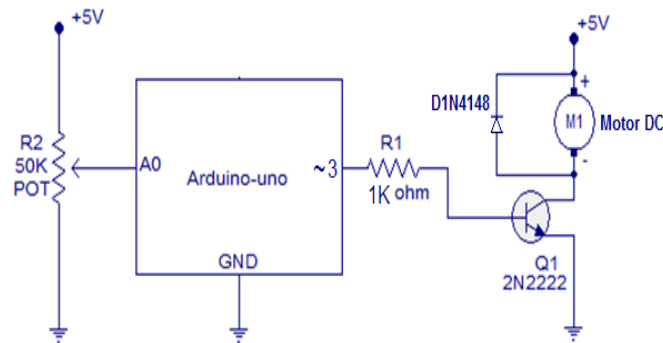

Figura 6.23. Montaje del motor DC y del potenciómetro para control de velocidad por PWM
17. Adicione al montaje anterior, la conexión del potenciómetro usado previamente tal y como se indica en la Figura 6.23.